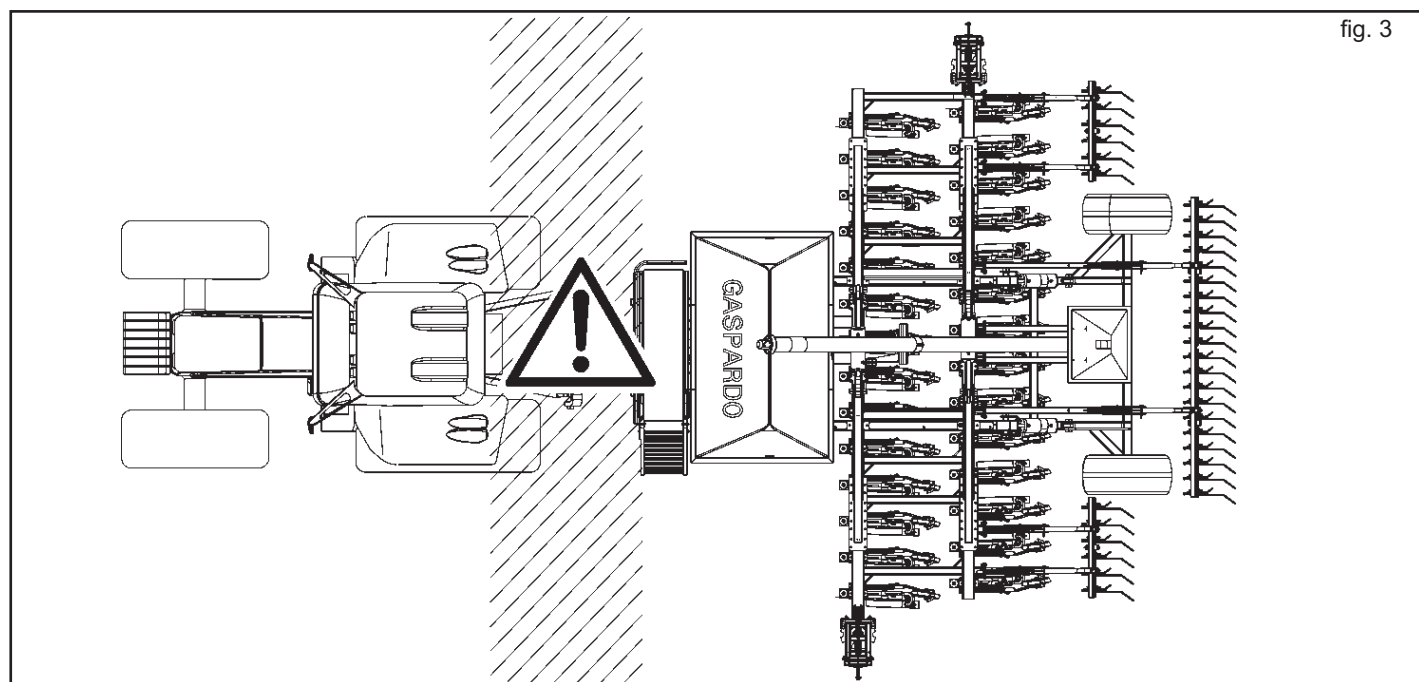

fig. 3
- 5) Es ist strengstens verboten zwischen den Schlepper und den Anschluß zu treten, um die Hubsteuerung von aussen zu betätigen (Abb. 3).
- 6) Es ist strengstens verboten, bei laufendem Motor und eingeschalteter Kardanwelle zwischen Schlepper und Gerät zu treten (Abb. 3). Man darf sich nur zwischen die Teile begeben, nachdem die Standbremse betätigt und die Räder mit einem Keil oder Stein geeigneter Größe abgesichert wurden.